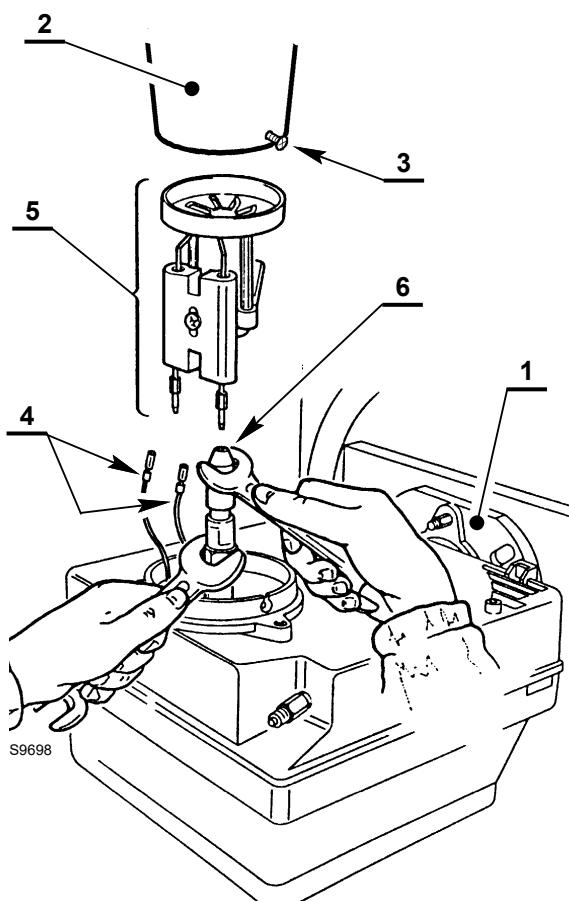

Fig. 13
2º Modo (Fig. 13):
- Sustituir y enroscar correctamente la boquilla 6) sujetándola como se muestra en la Fig. 13.